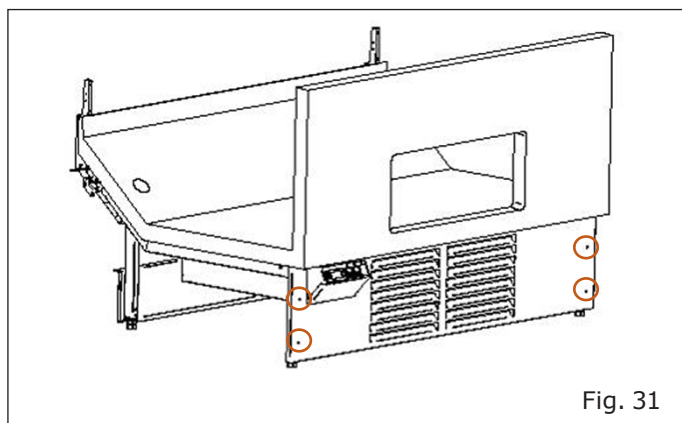

Fig. 31
- Rimuovere il pannello di protezione rimuovendo le viti nei punti segnati (Fig. 31).